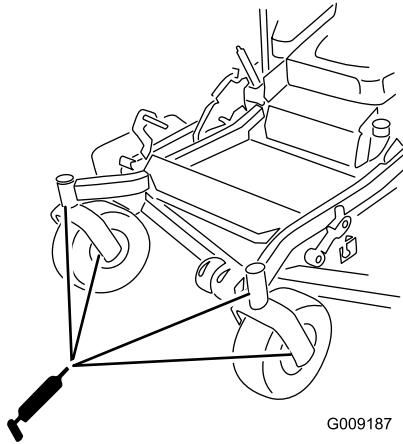

Bild 50
12. Drehen Sie die Sechskantschraube und Staubkappe wieder ein (Bild 50).
13. Fetten Sie die Laufradlager ein (Bild 50).